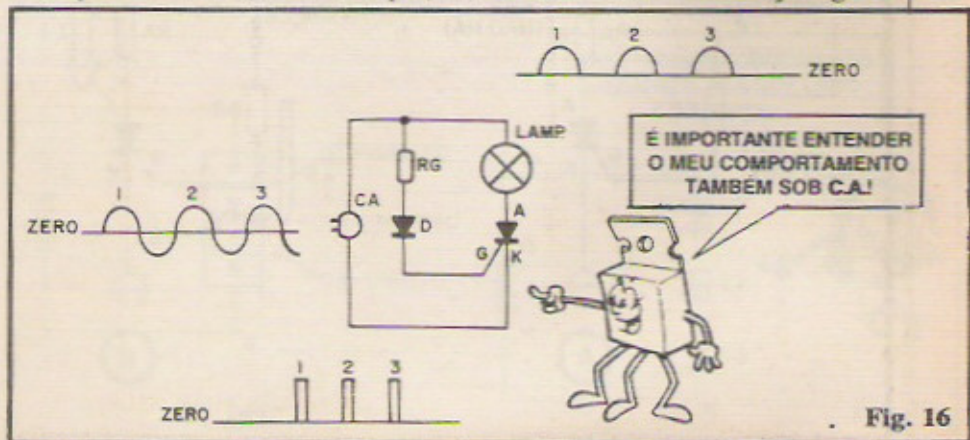

Fig. 16
- FIG. 16 - O SCR em CA. Até o momento falamos e mostramos estruturas de polarização e alimentação baseadas unicamente em Corrente Contínua, com **positivo** e **negativo** fixos e definidos... Entretanto, com qualquer diodo, o SCR pode também trabalhar sob alimentação de Corrente Alternada! Conforme mostra o diagrama, a carga/lâmpada acoplada ao **anodo** pode ser controlada pelo SCR, bastando lembrar de alguns pequenos cuidados e condições... **Primeiro**: sob nenhuma hipótese, num SCR, o terminal de **gate** G pode ficar, ainda que momentaneamente, **negativo** com relação ao **catodo** K... Assim, se mesmo o sinal de controle for aproveitado da eventual alimentação CA (como no diagrama), é **importante** intercalar-se o diodo D de proteção, de modo que apenas condições **positivas** possam atingir o terminal G. **Segundo**: notem que um SCR é um dispositivo de "mão única", ou seja: ele **não conduzirá** corrente quando seu **anodo/catodo** se encontrarem **inversamente** polarizados! Assim, no caso do arranjo, mesmo mantendo-se o SCR "ligado", a lâmpada acoplada ao **anodo** apenas será energizada nos semi-ciclos **positivos** da CA! Uma lâmpada de 100W, num exemplo,